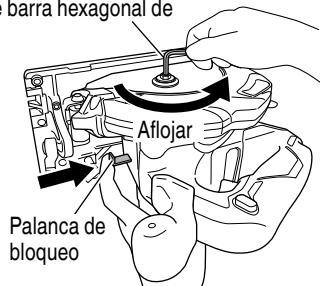

Fig. 9
- (1) Ajuste la velocidad de corte al máximo, y coloque la sierra circular como se muestra en la Fig. 9.